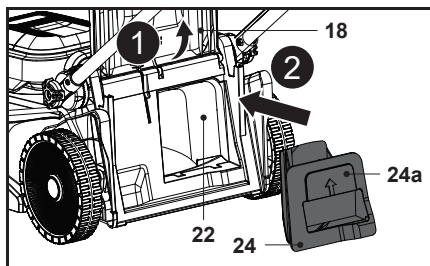

Fig. 13
1. Abra o resguardo do defletor traseiro (18), mantenha a pega com reentrância (24a) na posição e insira o encaixe do triturador (24) na conduta de descarga traseira (22) até ao fim (Fig. 13).